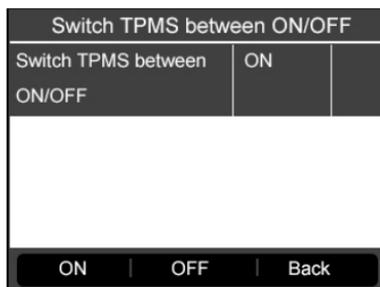

Figura 4.41
- 5) Premere il pulsante **FUNZIONE** corrispondente "ON" o "OFF" per accendere/spengere il TPMS sul veicolo. (Figura 4.41)